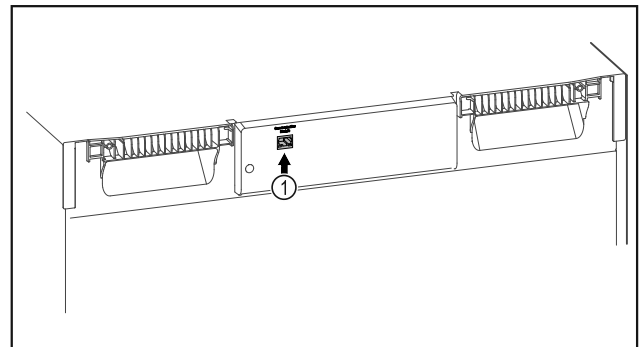

Fig. 126
- SmartModule Fig. 126 (1) установлен.